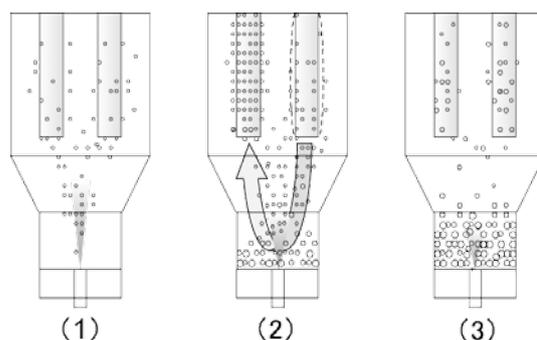
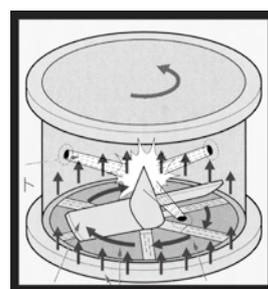

図8 AGM-SD による造粒
図9 攪拌造粒と分散パルス構造の複合化（AGM-PJ）
図8のように液体原料から乾燥し、流動層のなかで転動造粒させ、さらに噴霧を続けることでレイヤリング造粒・乾燥する方式がアグロマスタ AGM-SD 型である。軽質な顆粒品から重質なレイヤリング造粒まで可能である。また AGM-PJ 型は、対向式のパルスジェット分散機構を付加してマスキングやコーティングなど新しい製剤も製作でき、乾燥と同時に粒子設計（1-100 μm 程度の微細粒子の造粒やコーティング）としても利用できる。攪拌造粒は一般的に球形で緻密になりやすく、成形用造粒物、打錠用顆粒に向く（図9参照）。最小2L から容器径 Φ 2000までの大型機まで実績がある。
- Fig. 8 Granulation by Agglomaster
- Fig. 9 Complex of agitation and dispersion